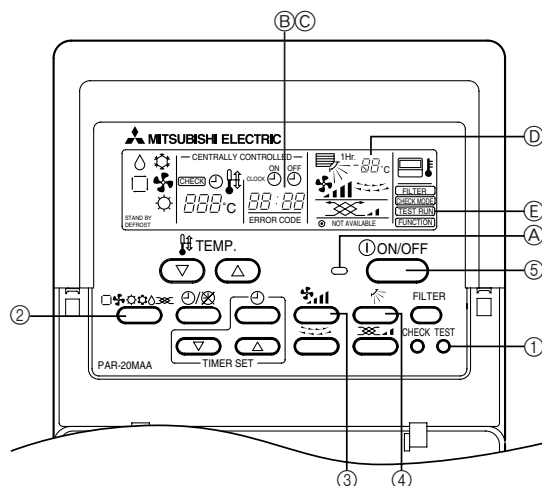

Fig. 7-1
7. Testlauf (Fig. 7-1)
7. Marche d'essai (Fig. 7-1) 19